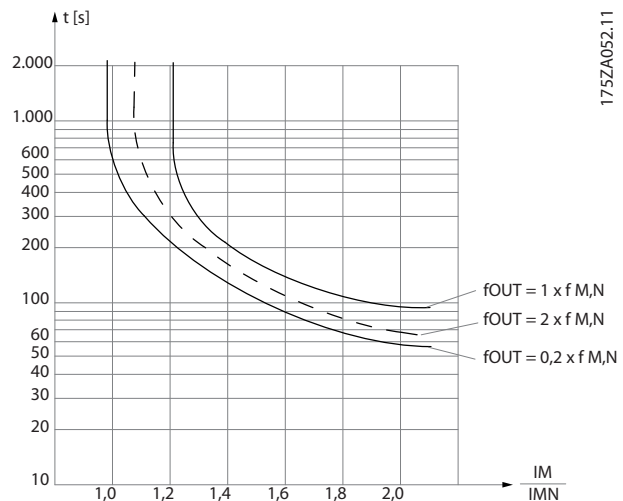

Abbildung 3.17 Eigenschaften des elektronischen Thermorelais
- Das elektronischen Thermorelais (ETR) für Asynchronmotoren simuliert anhand interner Messungen ein Bimetallrelais. Das ETR misst den aktuellen Strom, die aktuelle Drehzahl und Zeit zur Berechnung der Motortemperatur und zum Schutz des Motors vor Überhitzung, indem eine Warnmeldung ausgegeben oder die Stromzufuhr des Motors unterbrochen wird. Die Eigenschaften des ETR werden in *Abbildung 3.17* dargestellt.